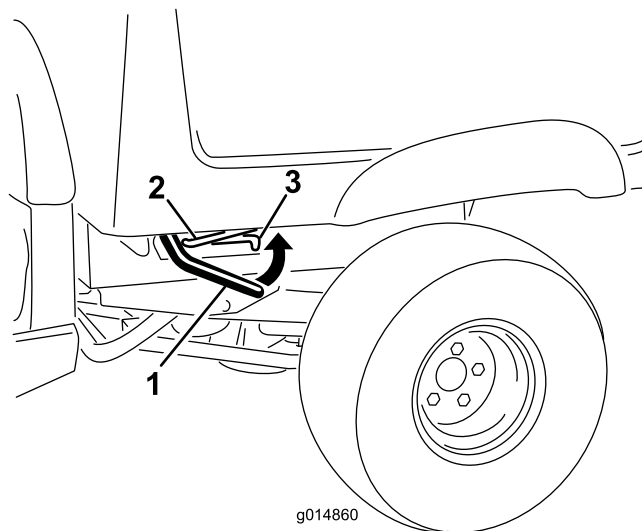

図 10
1. 荷台の前側の角部ちかくにあるラッチレバーを持ち上げて、荷台を上昇させる図 10。
2. 荷台が上がったら、車体の左側ブレームについている支え棒を、荷台の底部についているスロットの奥までいれて荷台を支える図 10。
1. ラッチバーを引き上げて荷台をかるく持ち上げる図 10)。
2. 荷台の底部のスロットにはめ込んであった支え棒を外す図 10)。
3. ラッチがかかるまで荷台を確実に降ろす図 10)。